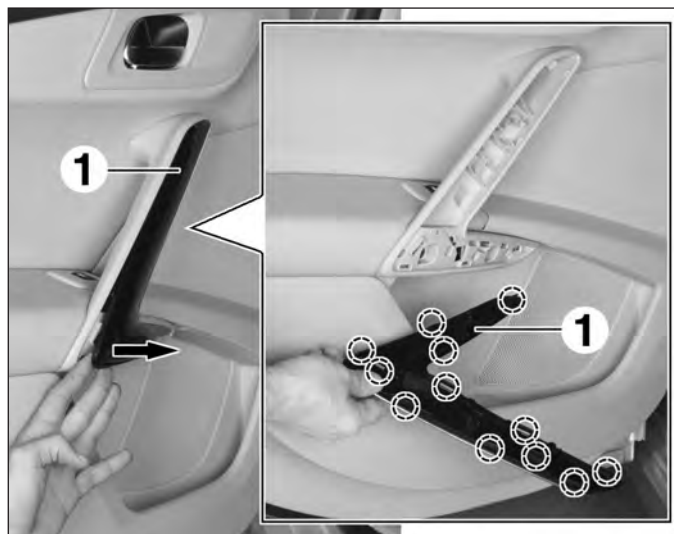

FIG.56
- Dégrafer l'enjoliveur (1) de la poignée de porte (Fig.56).